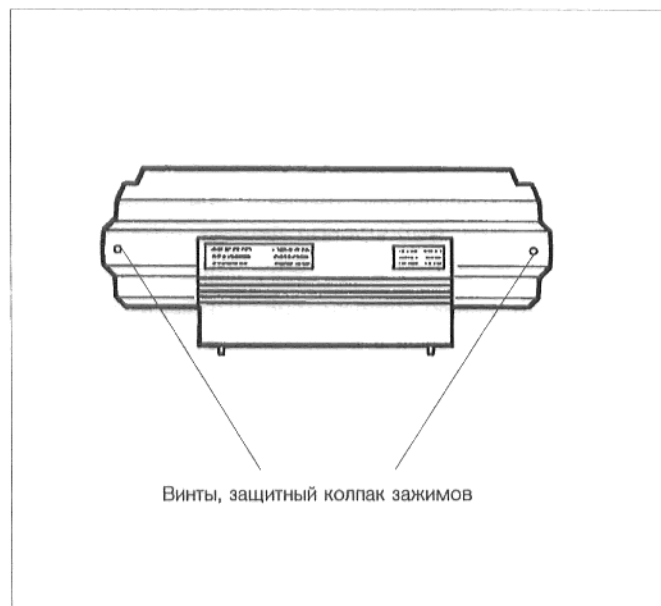

Рис. 7. Защитный колпак зажимов регулятора
- Вывинтить оба винта защитного колпака зажимов регулятора (рис. 7). Снять защитный колпак зажимов.